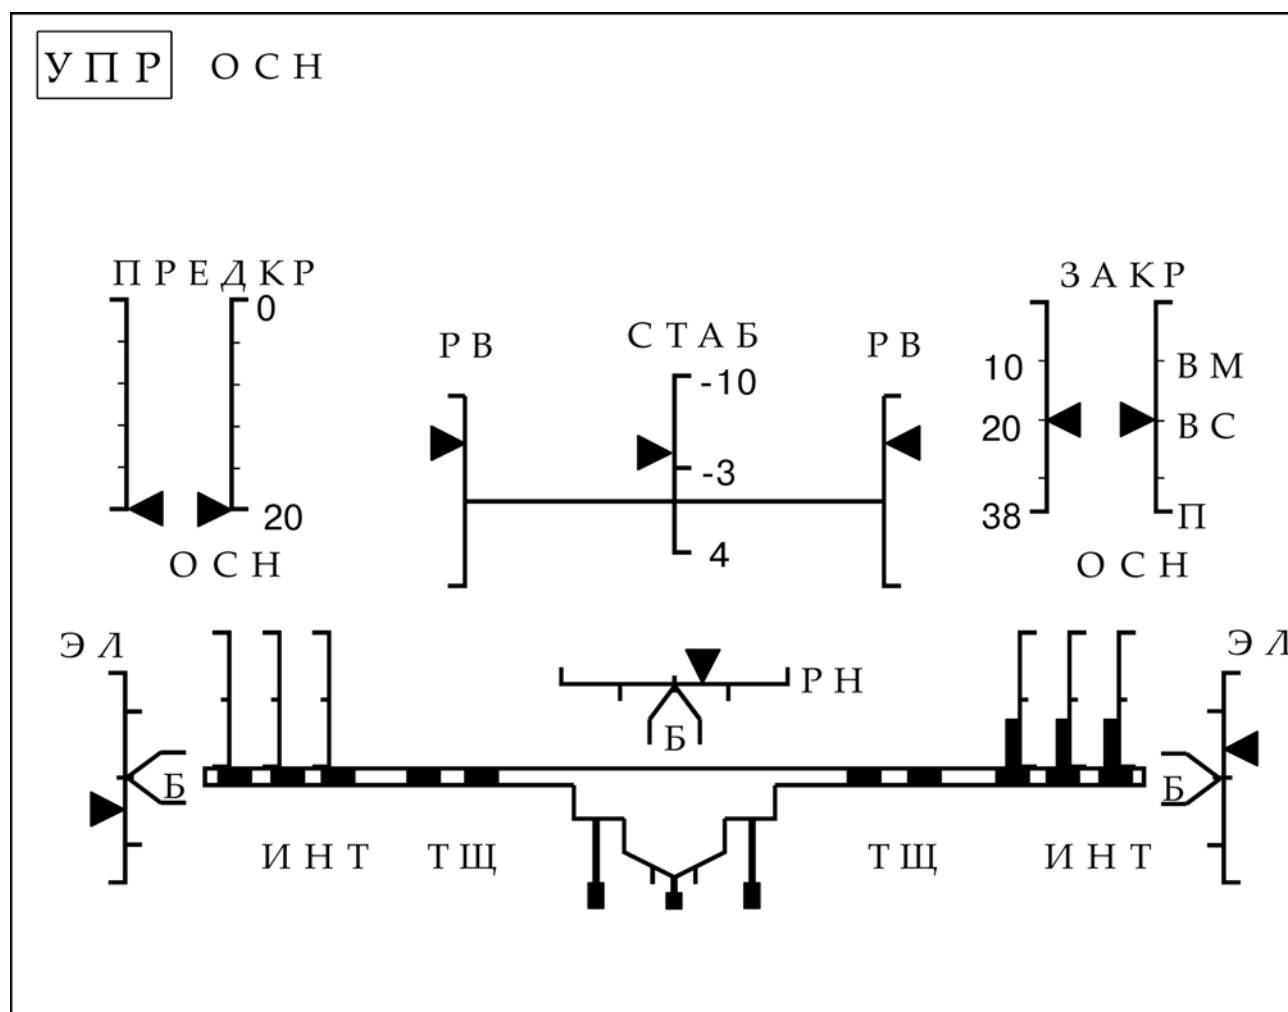

Рис. 9 Основной режим работы ЭДСУ. Взлетная конфигурация с земли.
Графика кадра УПР приведена на *Рис. 9, 10, 11, 12, 13, 14 и 15* в семи вариантах:
- *Рис. 9* — взлетная конфигурация с суши, нормальная работа систем (основной режим работы ЭДСУ);